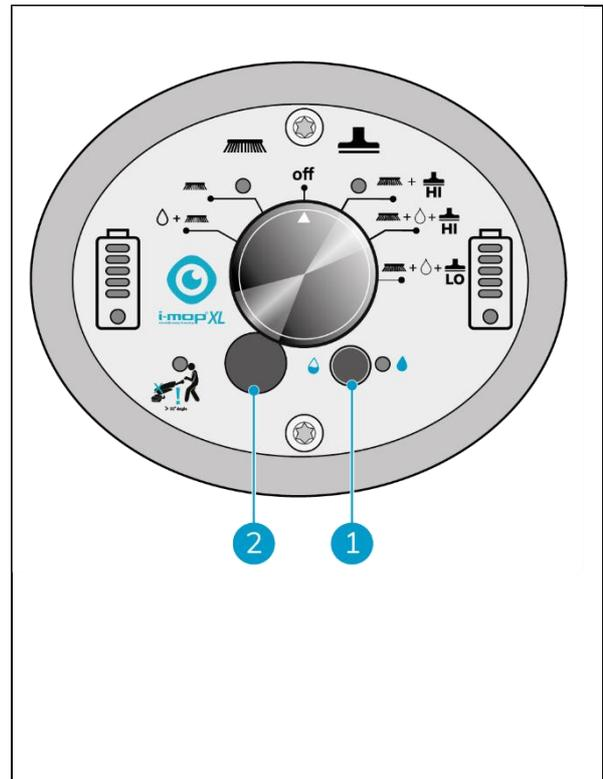

Abbildung 24
1. Schalten Sie den ECO-Modus ein, indem Sie die ECO-Taste drücken, nachdem Sie Ihren Reinigungsmodus ausgewählt haben (Abbildung 24, Pos. 1).
3. Um den Wasserdurchfluss bei aktiviertem ECO-Modus einzustellen, können Sie die Gummikappe entfernen (Abbildung 24, Pos. 2) abnehmen und mit einem kleinen Schlitzschraubendreher die Durchflussmenge an der Skala unter der Kappe ändern. Siehe Tabelle der Durchflussmenge unten.